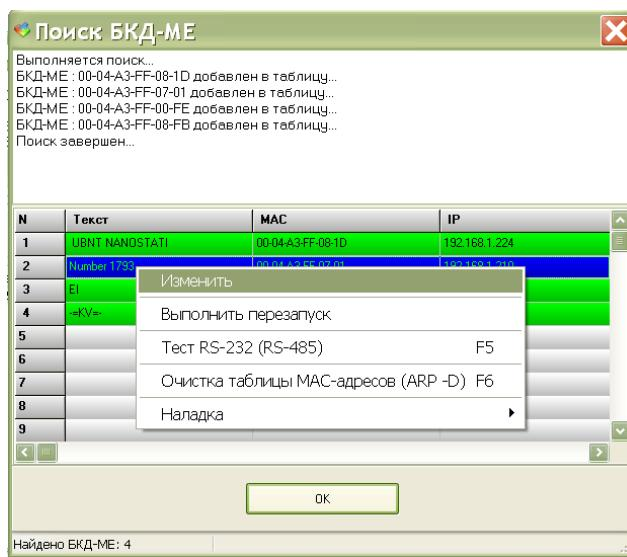

Рисунок 13 - Перечень найденных БКД-МЕ
5) Откроется окно «Поиск БКД» и будет выполнен поиск всех подключенных к сети БКД-МЕ (рисунок 13). Выбрать требуемый БКД-МЕ и в контекстном меню нажать кнопку «Изменить».